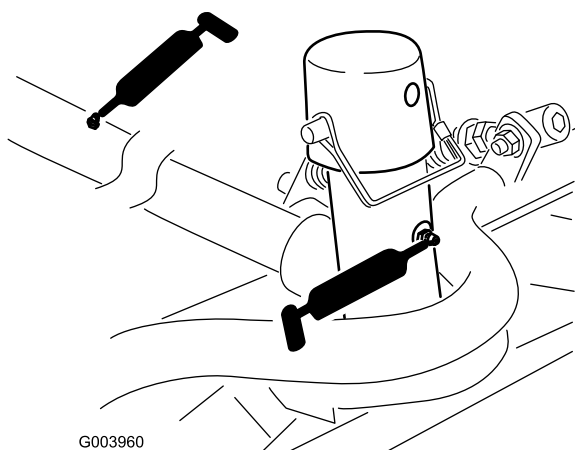

Figura 49
- Articulação e estrutura de transporte da unidade de corte (Figura 49)